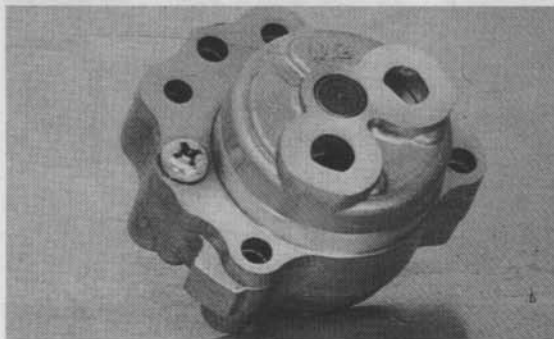

Bild 102 ►
-  Reib- und Stahlscheiben auswechseln, wenn sie Anzeichen von Riefen oder Verfärbung aufweisen. Stahlscheiben auf Richtplatte mit Fühlerlehre auf Verzug prüfen (Verschleissgrenze für alle Stahlscheiben 0,20 mm; Bild 102). Scheiben immer im Satz auswechseln.